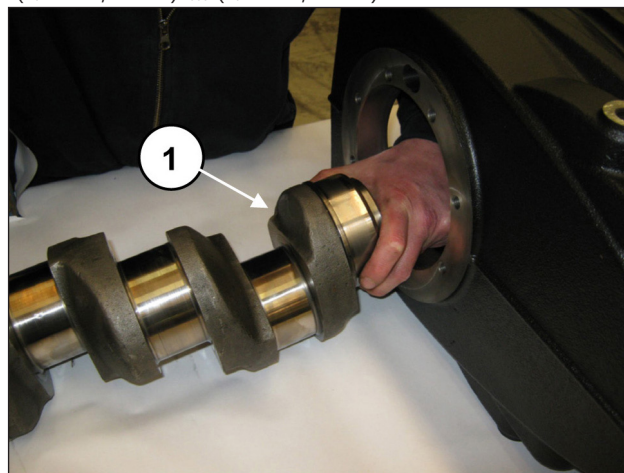
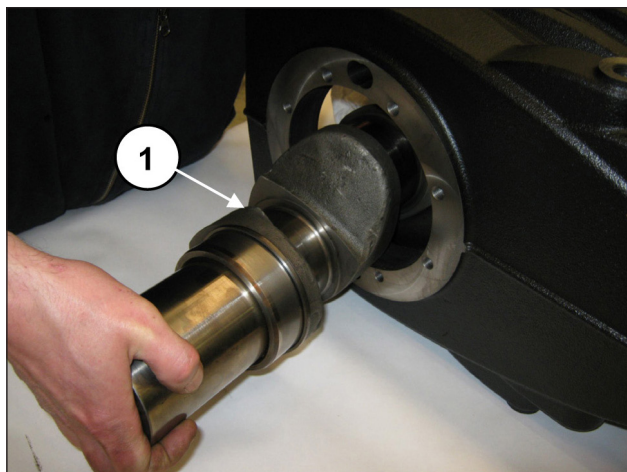

图 49
图 50
从动力输出轴侧插入轴，注意不要碰撞先前安装的连杆柄 (位置①，图 49) 和 (位置①，图 50)。